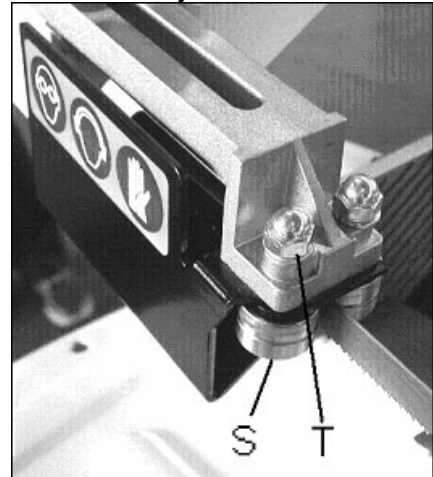

Рис. 7
Ослабьте гайку (Т, рис. 7) и поворачивайте ось эксцентрика (S) до тех пор, пока зазор до полотна пилы не составит 0,05 мм. Снова сильно затяните гайку.